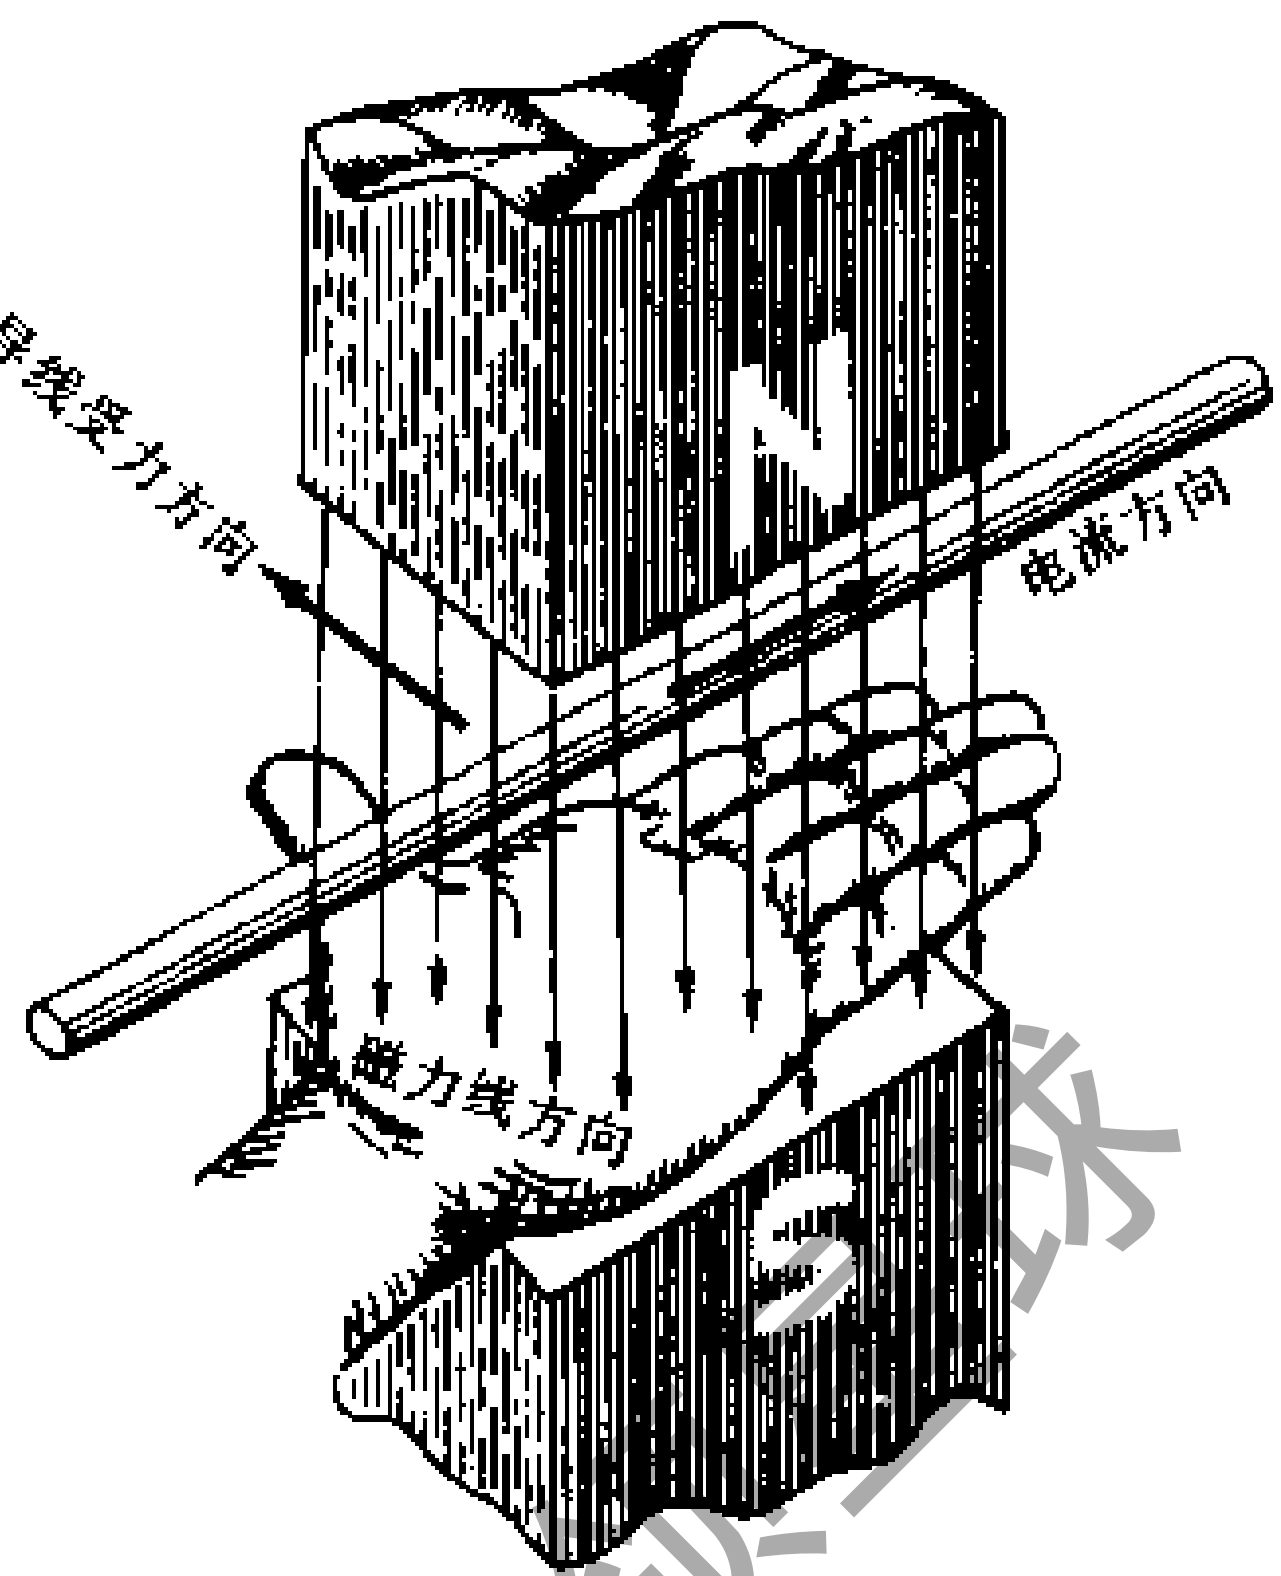

图 1-51 左手定则示意图
(2) 电磁力的方向: 通电导体在磁场中受力的方向可以用左手定则来判断(图 1-51)。平摊左手,使拇指和其余 4 指垂直,让磁力线垂直穿入手心,4 指指向电流的方向,那么大拇指所指的方向就是导线所受作用力的方向。左手定则的用处很多,在判断电动机旋转方向和仪表转动方向时都要用到它,所以这个方法也叫电动机左手定则。